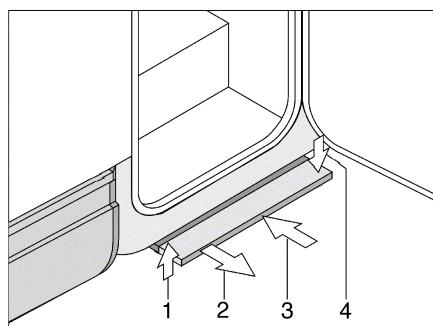

Fig. 6 Scalino di ingresso a comando meccanico
- Tirare lo scalino di ingresso in avanti (Fig. 6,2), finché non si innesta.
- Sollevare leggermente lo scalino di ingresso (Fig. 6,1).
- Spingere lo scalino di ingresso al di sotto del pavimento del veicolo fino all'arresto (Fig. 6,3). Prestare attenzione che lo scalino di ingresso si innesti (Fig. 6,4).